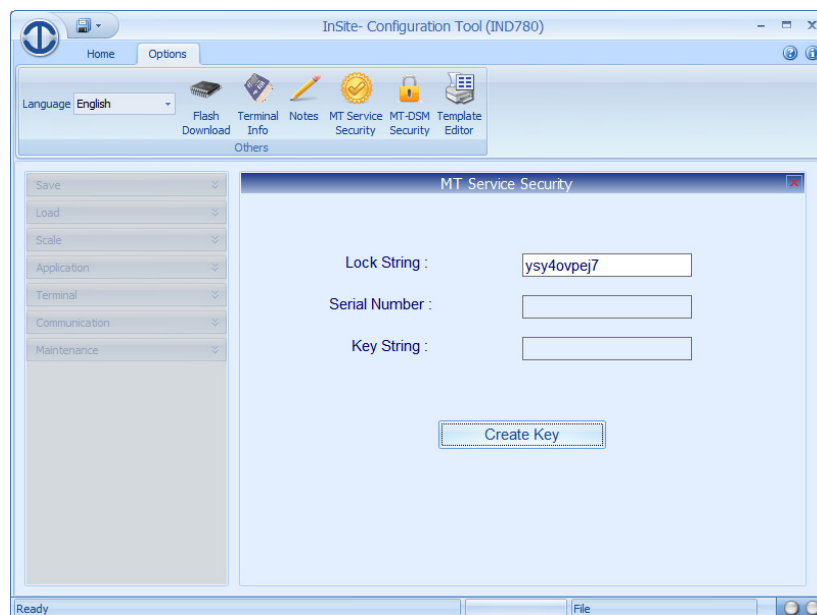

Figure 3-192 : Écran InSite de création d'une chaîne de caractères Clé
- En vous référant à la chaîne de blocage, veuillez utiliser une version autorisée de InSite pour créer la chaîne de caractères correspondante. Sur la Figure 3-192, une fois que la chaîne de verrouillage a été introduite en cliquant sur le bouton Création d'une clé, une chaîne de caractères sera générée.